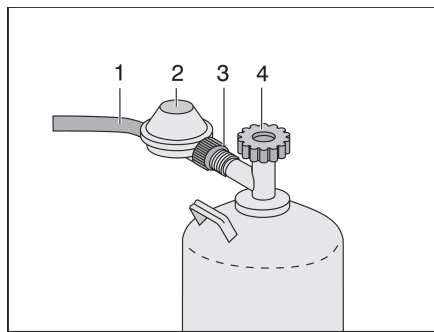

Fig. 156 Raccord bouteille de gaz
- Fermer le robinet principal (Fig. 156,4) de la bouteille de gaz. Observer le sens de la flèche.
- Maintenir le régulateur de pression du gaz (Fig. 156,2) et ouvrir la vis moletée (Fig. 156,3) (filetage à gauche).
- Retirer le régulateur de pression du gaz avec la lyre (Fig. 156,1) de la bouteille de gaz.
- Appliquer le régulateur de pression du gaz (Fig. 156,2) avec la lyre (Fig. 156,1) à la bouteille de gaz et serrer manuellement la vis moletée (Fig. 156,3) (filetage à gauche).